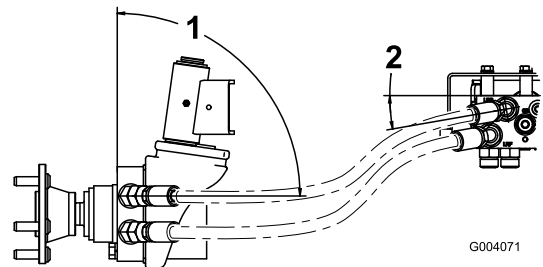

Bild 7
- Verlegen Sie die zwei linken Schläuche zum linken Radmotor. Schließen Sie den oberen Verteilerschlauch am oberen Radmotor-Anschlussstück und den unteren Verteilerschlauch am unteren Radmotor-Anschlussstück an (**Bild 7**). Wenn die Schläuche nicht richtig verlegt sind, können Sie die Reifen oder die hintere Stoßstange berühren und beschädigt werden.